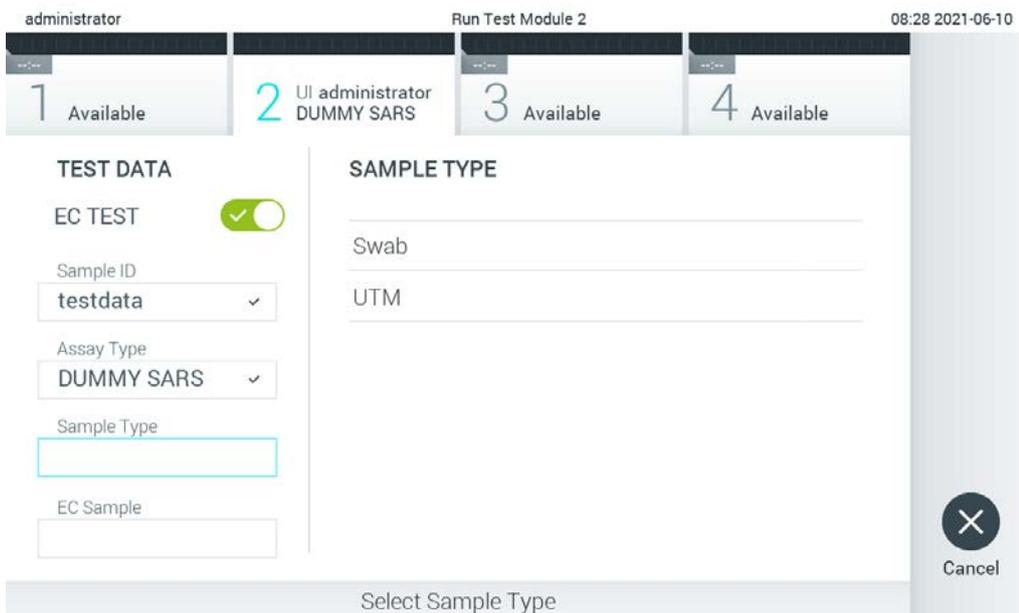

Figura 90. Scelta di un tipo di campione.
5. Se richiesto, selezionare il tipo di campione appropriato dall'elenco (Figura 90).